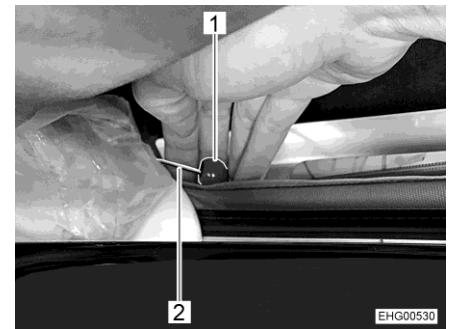

Fig. 71 Sbloccaggio di emergenza
- Tirare il pulsante rosso (Fig. 71,1) della fune (Fig. 71,2) sui due lati.